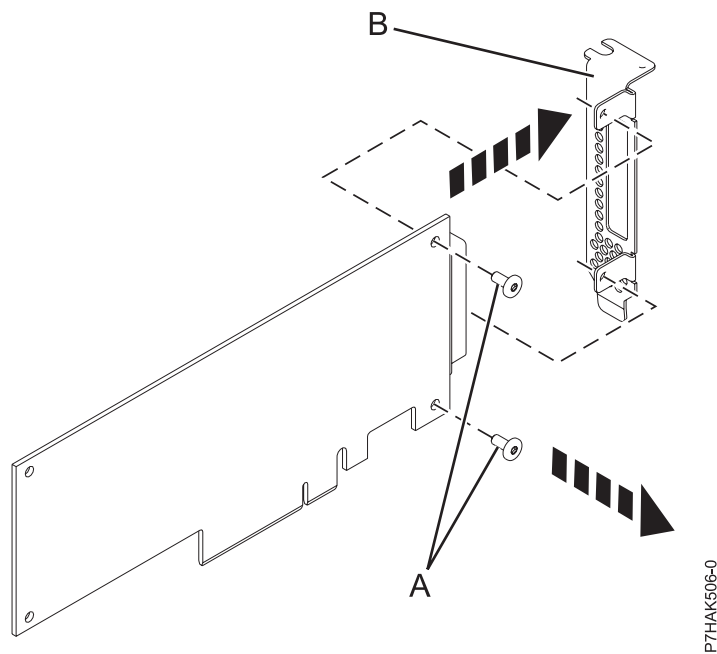

Figura 10. Extracción de la contrapunta de perfil bajo de un adaptador PCI anómalo
4. Mediante un destornillador Phillips, desenrosque los dos tornillos **(A)** que sujetan la contrapunta **(B)** al adaptador PCI anómalo, como se muestra en la Figura 10 en la página 24.